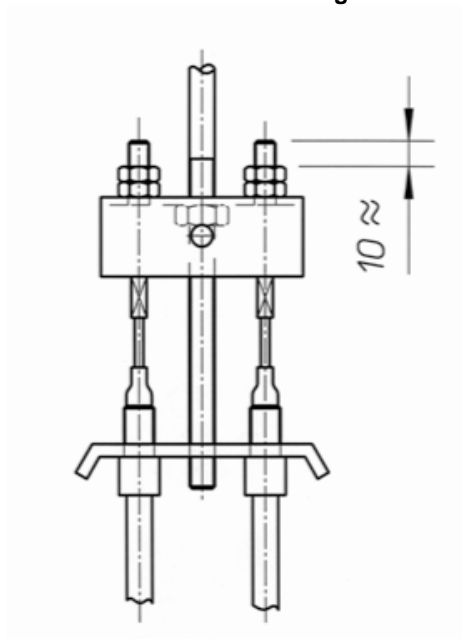

Figure 4.4 : Montage palonnier
- ❶ Après montage des roues sur l'essieu, faire tourner les roues dans le sens MARCHE-AVANT (s'assurer pour tous les freins types RA 2, que la vis de réglage 8 vient en butée "AVANT" sur le flasque de frein).
- ❷ Parfaire le réglage du frein à l'aide de la vis 8, les câbles non raccordés au(x) palonniers(s). Les mâchoires doivent frotter légèrement sur le tambour.
- ❸ Relier les câbles de frein au(x) palonnier(s) et serrer les écrous et contre-écrous, en laissant l'extrémité de l'embout fileté dépasser de 10 mm environ (Fig. 4.4).